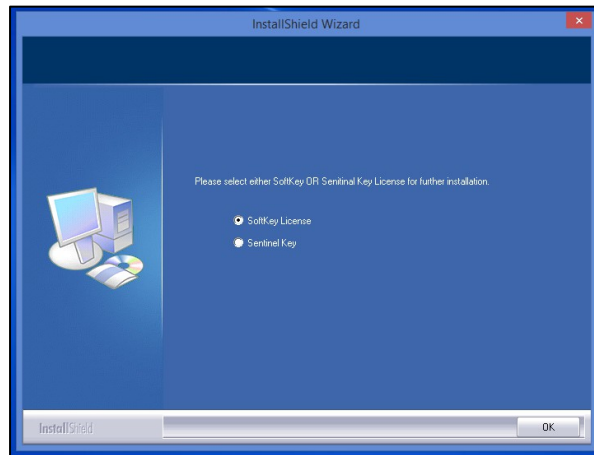

図 3. ソフトウェアキーライセンス
- a. ユーザーがHunterLab USBハードウェアキーを持っている場合、同じコンピュータ上の新しいセンサーで使用することができます。インストール、ステップ5（図3）に戻り、**Sentinel Key**を選択して続行します。